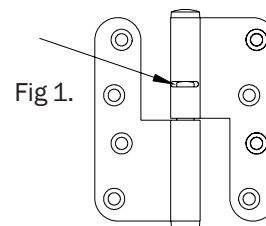

Fig 1.
2) Placera en eller flera justeringsbrickor typ 249-8,5 in genom slitsen. Se fig. 1. (Gärna insmorda med vaselin eller liknande).